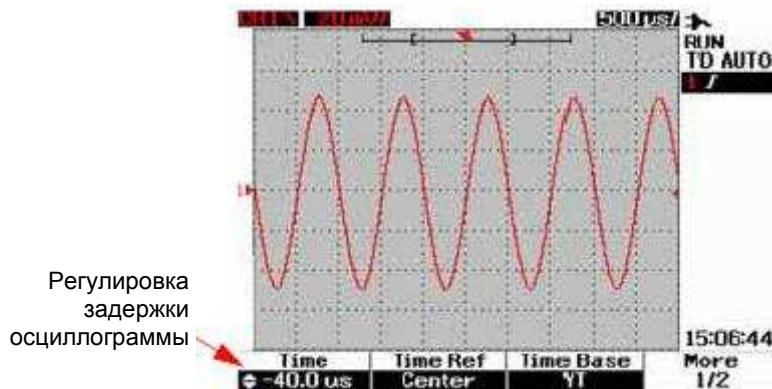

Рис. 3-13 Изменение задержки осциллограммы
- Обратите внимание на то, что при вращении поворотного переключателя изменяется показание времени задержки под заголовком Time (см. рис. 3-13).